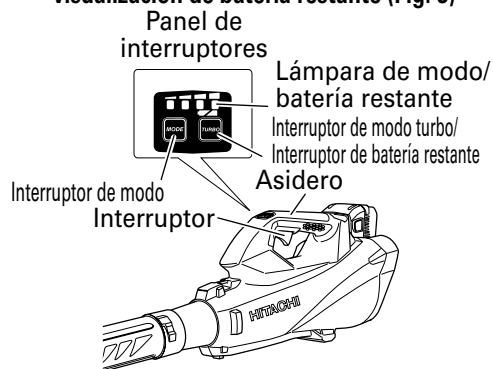

Fig. 3
- Funciones de interruptor de modo y visualización de batería restante (Fig. 3)